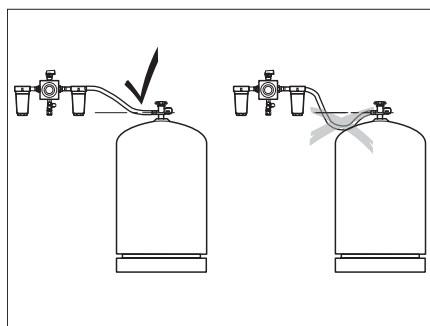

Bild 212 Dragning av högtrycksslangarna
- ▷ Vid dragning av högtrycksslangarna är det viktigt att de ständigt stiger (Bild 212).